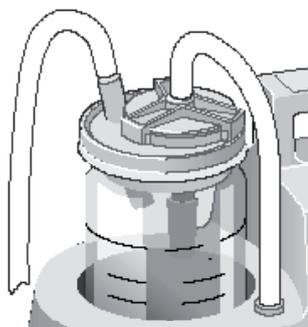

Bild 5.
- Entfernen Sie die Anschlussschläuche (Saugschlauch und Geräteanschlusschlauch (Bild 5)).